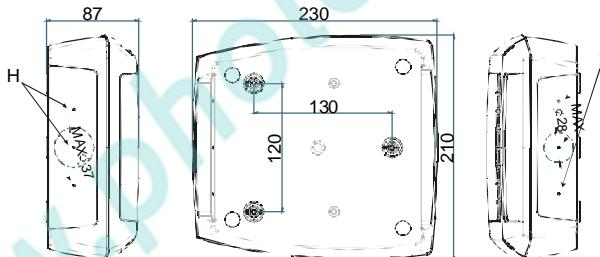

РИС. 3
- Сделайте подходящие отверстия для кабелей или труб, используя разметку в нижней крышке контроллера Cool Mate, (Рис. 3, Н, I). Затем сделайте 3 отверстия в стене, как показано на (Рис. 3, L, M, N), чтобы закрепить Cool Mate.
- Вставьте дюбели, поставляемые в комплекте, в отверстия, сделанные в стене. Затем используйте уплотнительное кольцо и закрепите заднюю часть контроллера Cool Mate (Рис. 3, L, M, N) на стене с помощью 3 винтов.
- Сделайте подходящие отверстия для кабелей или труб, используя разметку в нижней крышке контроллера Cool Mate, (Fig. 3, H, I).